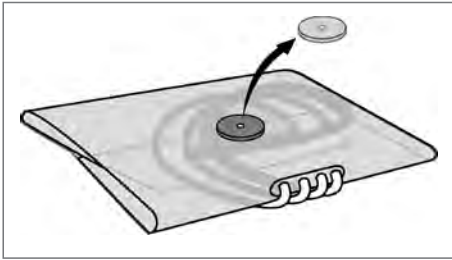

Abbildung 46
6. Legen Sie den Bag auf dem Tisch so ab, dass der Schutzdeckel (rot dargestelltes Teil) nach oben zeigt. Nehmen Sie den magnetisch unterhalb des Bags angebrachten Schutzdeckel ab (die zugehörige Hülle muss nicht abgenommen werden) (siehe Abb. 46).